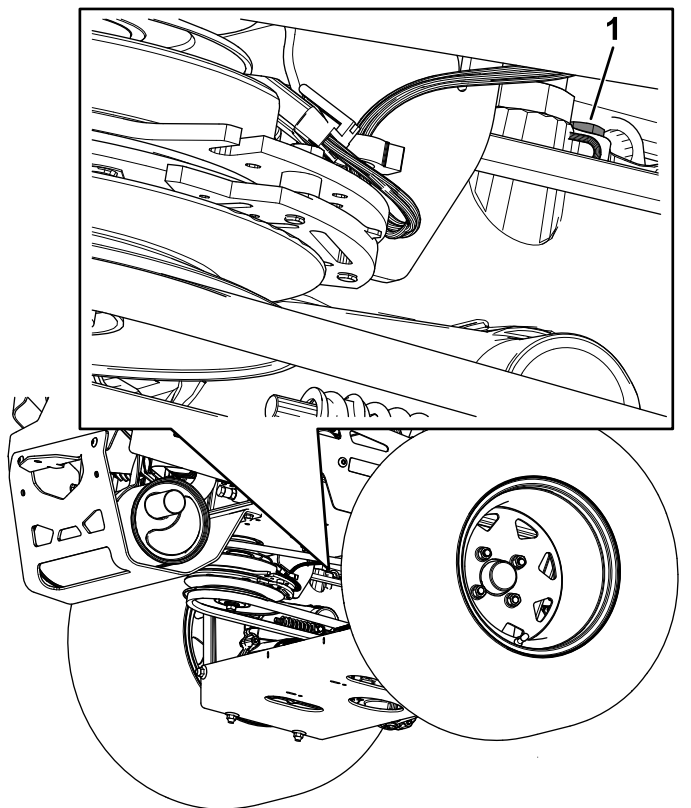

Figure 75
- **Système hydro ZT 5400** : utilisez une clé de 7/16 pouce pour accéder au bouchon d'aération par le dessous de la machine (Figure 75).